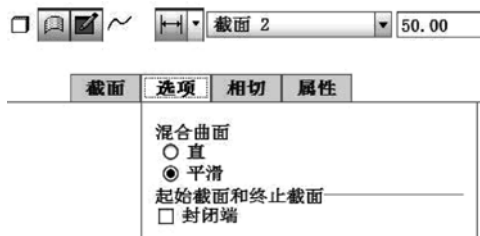

图 7-24 选择“平滑”单选按钮
- 9** 在“混合”选项卡中打开“选项”面板，选择“混合曲面”下的“平滑”单选按钮，如图 7-24 所示。